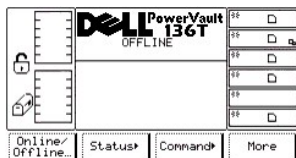

Abbildung 17. Dialogfeld "Offline"
- 1 Das Dialogfeld "Offline" wird angezeigt. (siehe Abbildung 17).